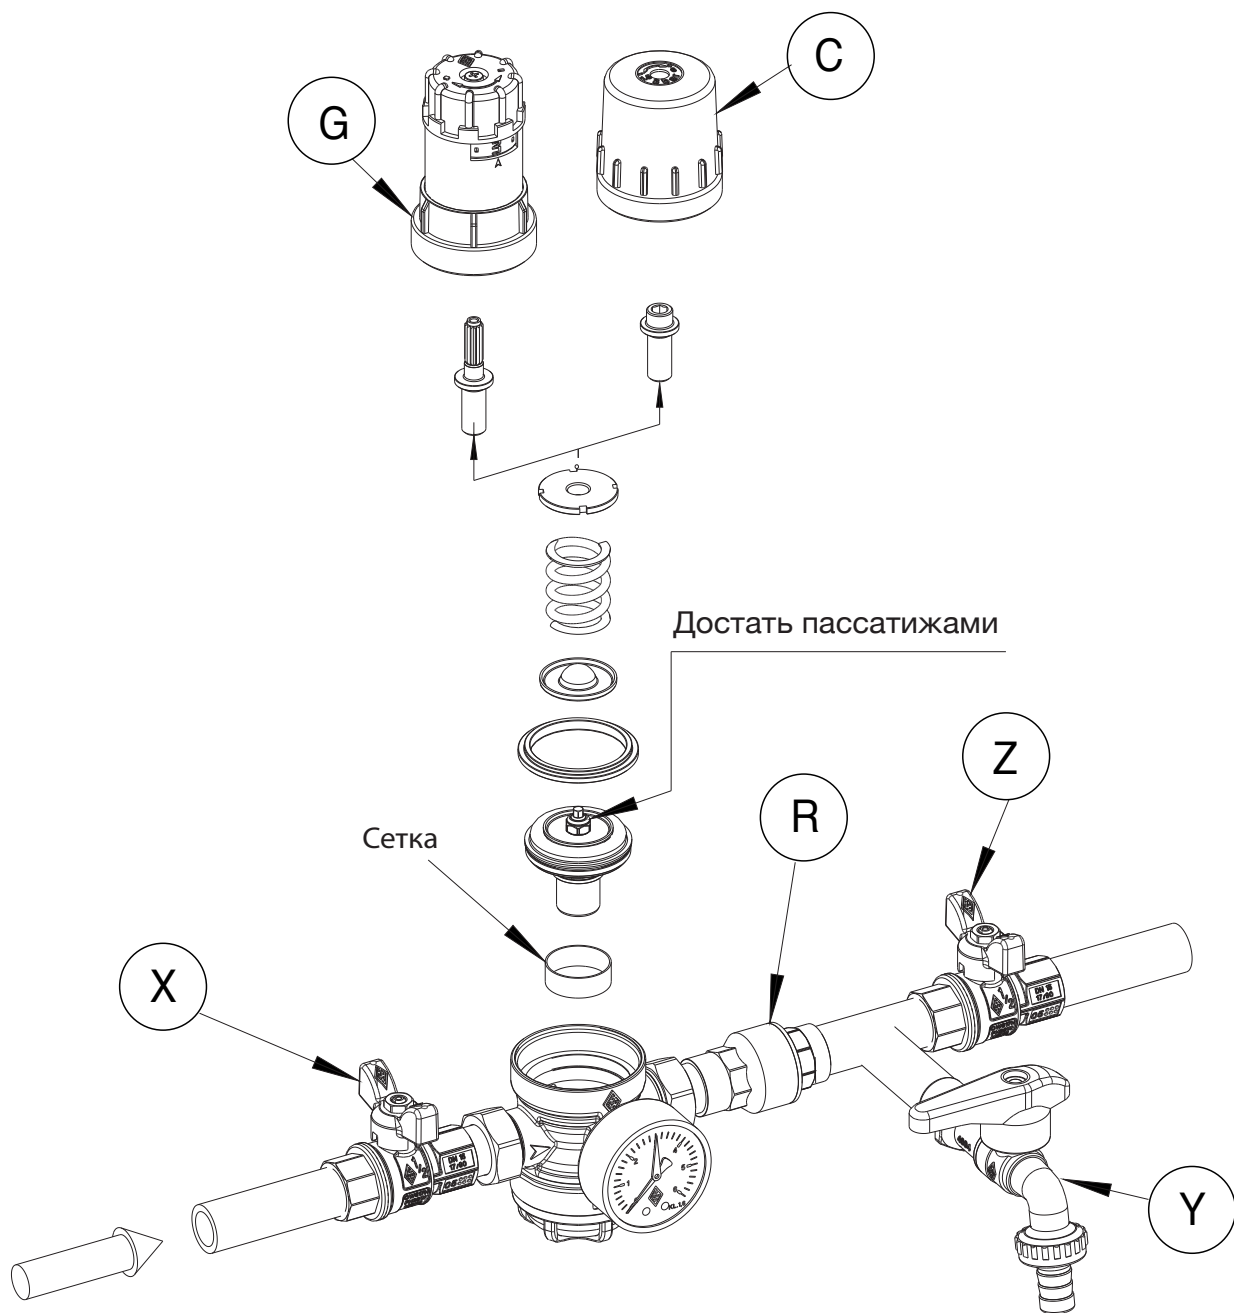

рисунок.6
- 1) Для очистки необходимо открыть сливной кран (M), установленный на нижней части чаши, не менее чем на 15 секунд.
- 2) Для более тщательной очистки картриджа (F1) – отвинтить чашу (T) ключом 30090300.
6. Периодическая проверка работы редуктора рисунок 6.